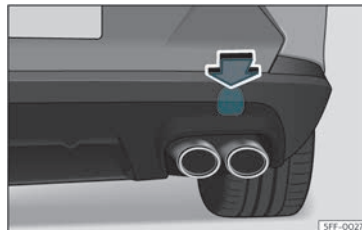

Fig. 45 No lado direito do para-choques traseiro: retirar a tampa.
O alojamento para a argola de reboque enroscável encontra-se na parte direita do para-choques traseiro, atrás de uma tampa >>> **Fig. 45**.
- Pressione a zona superior da tampa >>> **Fig. 45** para desencaixá-la.